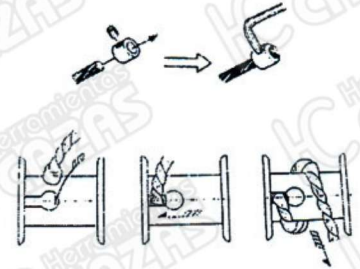

Fig. 5
c) Instalación de Cable para Restirador de 2 Ton (ver fig. 5)